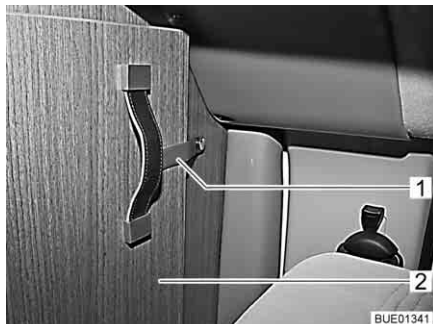

Bild 48 Låsband
- Lossa låsbandet (Bild 48,1) från den fällbara delen av skiljeplattan till förarhytten (Bild 48,2).